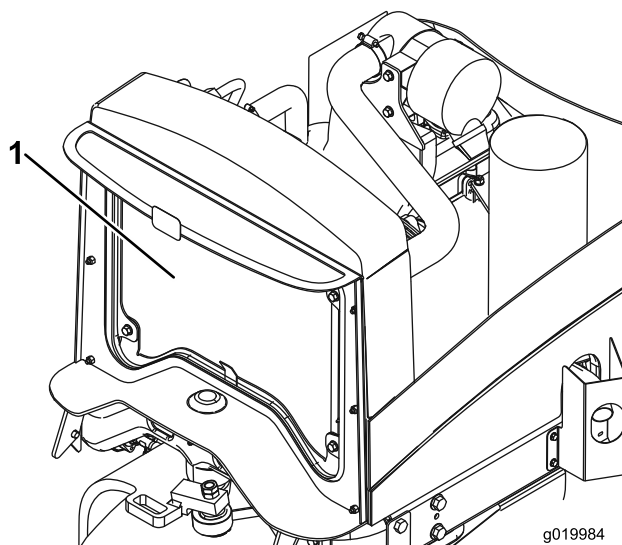

Figure 57
2. Nettoyez soigneusement les deux côtés du radiateur/refroidisseur d'huile avec de l'eau ou de l'air comprimé (Figure 57).